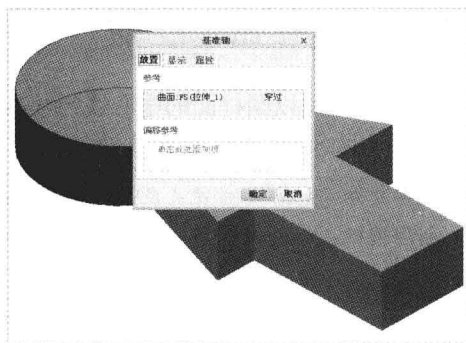

图 4-24 “基准轴”对话框
Step 03 在“基准轴”对话框的“参考”选项区中,创建过曲面的参考,如图4-24所示。